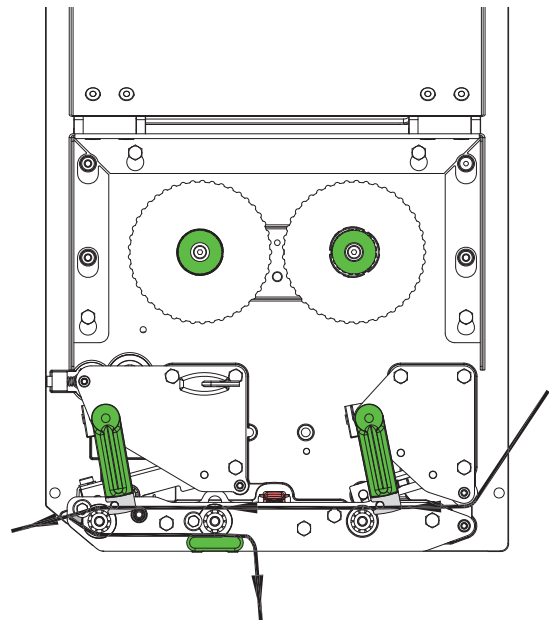

Bild 6 Etikettenlauf
2. Hebel (3) und (10) entgegen dem Uhrzeigersinn schwenken und dadurch Druckkopf (1) und Rückzugsystem (9) öffnen.
3. Führungsringe (4) so weit nach außen schieben, dass das Material zwischen Montagewand und Führungen passt.
4. Etikettenstreifen (8) gemäß Bild 6 bis zur Spende- und Rückzugskante (2) einlegen und bis zum Anschlag an der Montagewand schieben. Die Druckseite der Etiketten muss von oben zu sehen sein.
5. Für das Arbeiten im Spendemodus Etiketten so weit über die Spende- und Rückzugskante hinauschieben, dass der Streifen zurück bis zum Andrucksystem (5) reicht. Etiketten vom überstehenden Trägermaterial entfernen.
6. Hebel (3) und (10) bis zum Anschlag im Uhrzeigersinn schwenken und dadurch Druckkopf (1) und Rückzugsystem (9) verriegeln.
7. Führungsringe (4) gegen den Rand des Etikettenstreifens schieben.